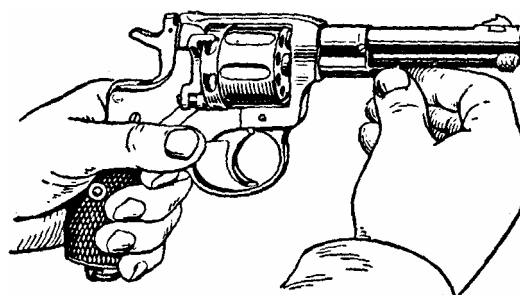

Рис.77
2. Вынуть ось барабана: удерживая револьвер левой рукой за рукоятку, правой рукой повернуть шомпольную трубку настолько, чтобы черта на верхней части ее пришлась против черты на пояске ствола, и вынуть за головку ось барабана (рис. 77);